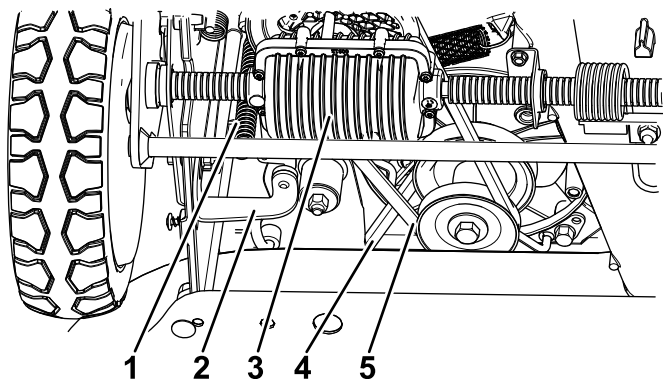

Figure 49
6. Desserrez le support et faites-le pivoter vers l'avant (Figure 49).